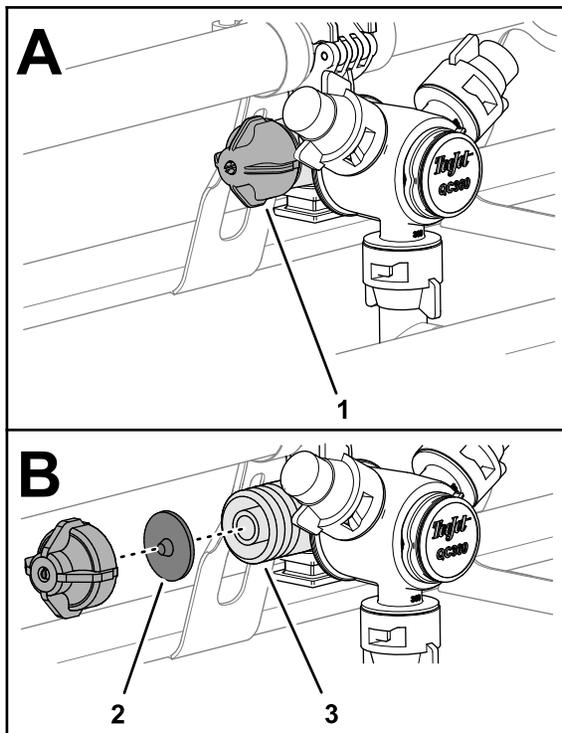

图 33
1. 逆时针旋转隔膜盖然后从喷嘴壳体上取下端盖图 33。
2. 从端盖或喷嘴壳体上拆下单向阀隔膜图 33。
3. 使用洁净的水清洗端盖、隔膜和喷嘴壳体图 33。
4. 将隔膜装入盖子使隔膜的尖头朝向盖子图 33。
- 将盖子和隔膜组装到喷嘴壳体上用手拧紧图 33。